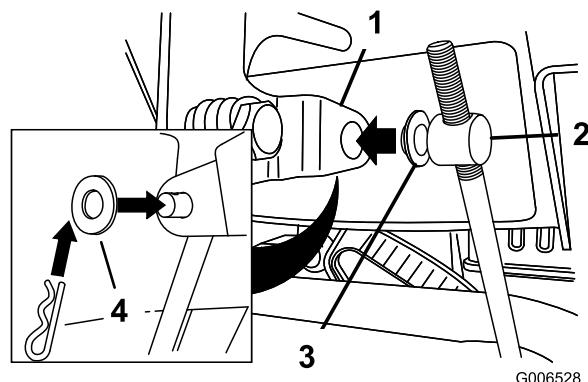

Figure 3
5. Retirez la goupille fendue et la rondelle extérieure du tourillon à l'extrémité supérieure de la tige de commande de vitesse (Figure 3).
Remarque: N'enlevez pas la rondelle intérieure (Figure 3).
- Soulevez la tige de commande de vitesses et insérez le tourillon dans le trou du sélecteur de vitesses situé sous le panneau de commande (Figure 3).